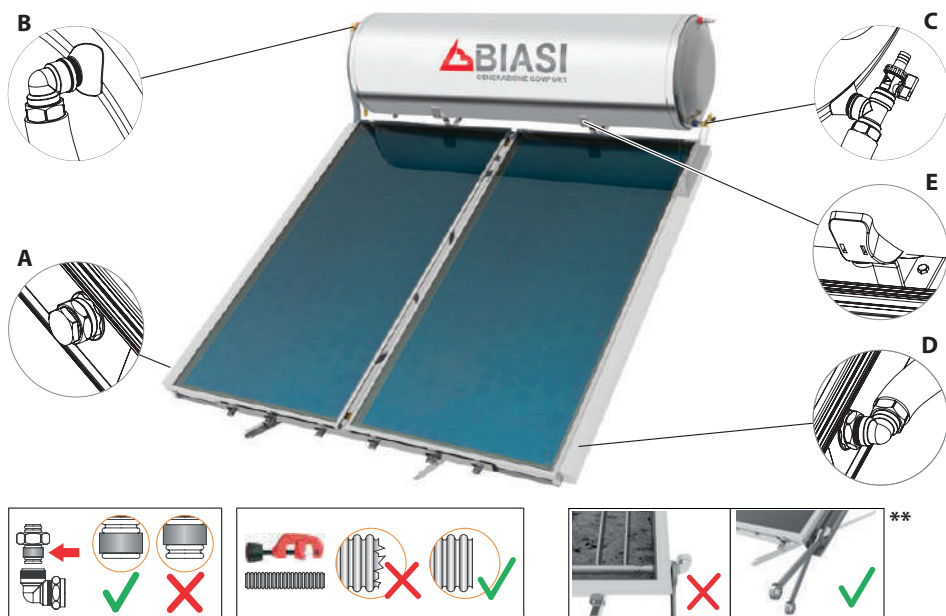

Figura 2.11
- 11 Fissare i due tappi sulla parte in alto a destra e in basso a sinistra del collettore/i* (Figura 2.11 A). Posizionare le due guarnizioni in gomma sui supporti del serbatoio. Posizionare il serbatoio sulla base con la flangia rivolta a sinistra (guardando il o i collettori frontalmente).
- 13 Avvitare il raccordo a gomito sull'ingresso mantello del serbatoio e sul tubo in alto a sinistra del collettore solare (parte sinistra del sistema). Inserire il tubo corto con la coibentazione tra il raccordo a gomito del collettore e il raccordo a gomito avvitato sull'ingresso mantello del serbatoio (Figura 2.11 B).
- 14 Avvitare il raccordo a T con la valvola di riempimento, sul tubo ingresso mantello sul lato destro del serbatoio (Figura 2.11 C).
- 15 Fissare il tubo lungo al raccordo a T sul lato destro del serbatoio (Figura 2.11 C).
- 16 Fissare il raccordo a gomito sul tubo in basso a destra del collettore solare. Inserire l'altra estremità del tubo nel raccordo a gomito fissato sul collettore (Figura 2.11 D), dopo aver inserito sul tubo la coibentazione. Stringere tutti i raccordi del sistema (collettore/serbatoio).
- 18 Incastare i coperchi della base di supporto del serbatoio (Figura 2.11 E).